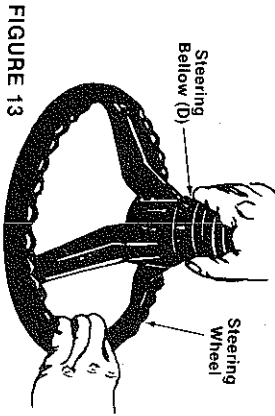

FIGURE 13
2. Installez le soufflet de direction (D) sur le volant de la manière indiquée à la figure 13.
2. Attach steering bellows (D) to the steering wheel as shown in figure 13.